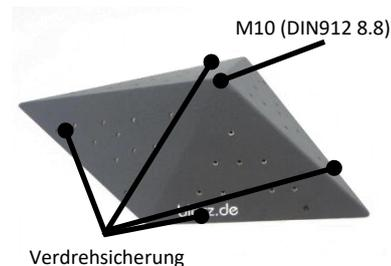

Bild 7 Befestigung „Asymmetrisch Viereck 750 L BO“
- **Ab 600mm Kantenlänge** (s. Bild 7)